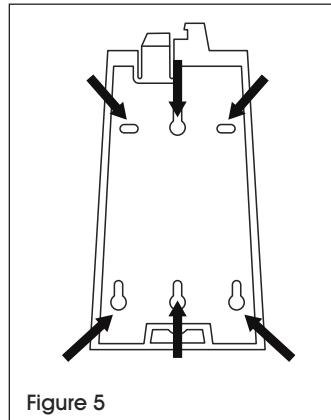

Figure 5
2. Marquez les repères pour les trous en utilisant la plaque arrière comme modèle. (Voir Figure 5)